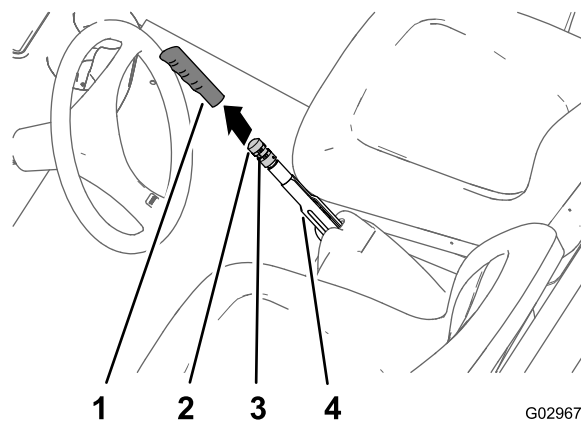

Figura 70
1. Retire la empuñadura de la palanca del freno de estacionamiento (Figura 70).
2. Afloje el tornillo de fijación que sujeta el pomo de ajuste del freno a la palanca del freno de estacionamiento (Figura 70).
3. Gire el pomo de ajuste del freno hasta que se requiera una fuerza de 133–156 N·m para poner el freno (Figura 70).
4. Apriete el tornillo de fijación e instale la empuñadura (Figura 70).
1. Retire la empuñadura del freno de estacionamiento (Figura 70).
2. Afloje el tornillo de fijación (Figura 70) que sujeta el pomo de ajuste del freno a la palanca del freno de estacionamiento, quite el freno de estacionamiento y afloje el pomo de ajuste del freno.
5. Gire el pomo de ajuste del freno (Figura 70) hasta que se requiera una fuerza de 133–156 N·m para poner el freno.
- C. Gire el pomo de ajuste del freno (Figura 70) hasta que se requiera una fuerza de 133–156 N·m para poner el freno.
- C. Gire el pomo de ajuste del freno (Figura 70) hasta que se requiera una fuerza de 133 a 156 N·m para poner el freno.
- Apriete el tornillo de fijación e instale la empuñadura (Figura 70).